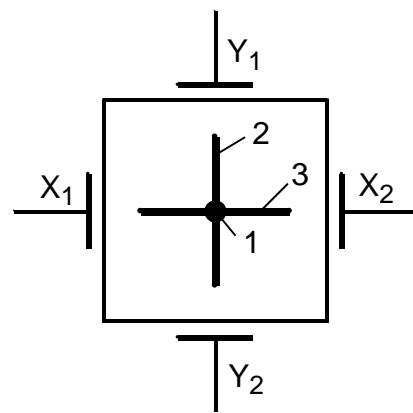

Рис. 3.2. Схематичное изображение отклоняющих пластин и примеры формирования изображения на экране ЭЛТ
1. Если к отклоняющим пластинам (ОП) не прикладывать напряжения, то электронный луч будет падать в центральную точку экрана 1 (на рис. 3.2).
2. Если подвести сигнал к Y-пластинам, например, синусоидальное напряжение, а вторую пару (X-пластины) оставить без потенциалов, то на экране будем видеть вертикальную линию 2, длина которой будет зависеть от величины приложенного напряжения (рис. 3.2).
3. Подадим синусоидальное напряжение к X-пластинам, а Y-пластины оставим свободными, без потенциалов. В этом случае на экране будет отображаться горизонтальная линия 3 (рис. 3.2). Длина линии определяется амплитудой сигнала.